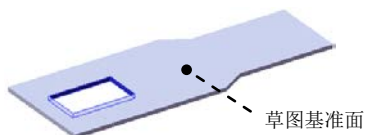

图 16.4.9 切除—拉伸 2
Step6. 创建图 16.4.9 所示的切除—拉伸 2。
(1) 选择命令。选择下拉菜单 **插入(I)** → **切除(C)** → **拉伸(E)...** 命令。
(2) 定义特征的横断面草图。
① 定义草图基准面。选取图 16.4.9 所示的表面作为草图基准面。